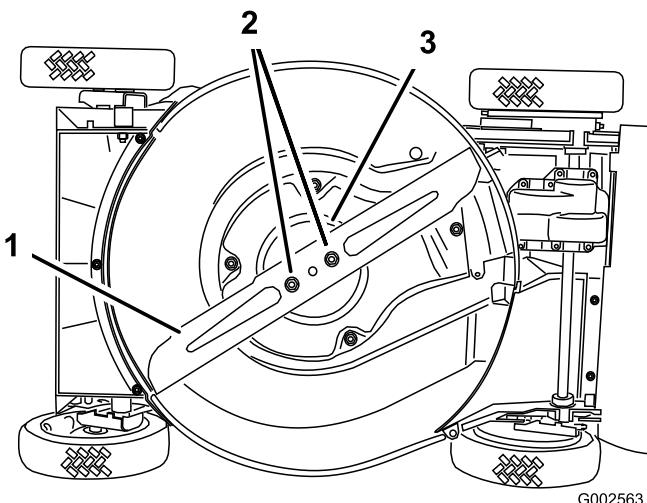

Figura 31
4. Inclinete il tosaerba sul lato **destro** (Figura 31).
Afferrate l'estremità della lama con un cencio o un guanto bene imbottito. Togliete i dadi della lama, la coppa antistrappo e la lama (Figura 31).
5. Togliete i due dadi della lama, la coppa antistrappo e la lama (Figura 31).